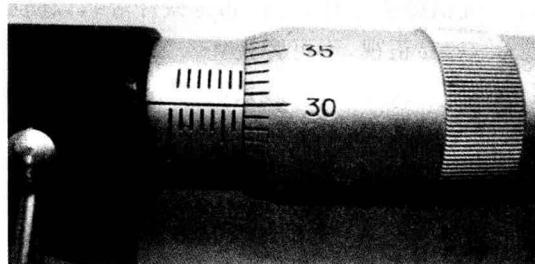

图 1-11 千分尺刻度
千分尺测微螺杆螺距为 0.5 mm, 当微分筒每转一周时, 测微螺杆便沿轴线移动 0.5 mm。微分筒的外锥面上分为 50 格, 即当微分筒转过一小格, 螺杆便沿轴线移动 $0.5 \text{ mm} / 50 = 0.01 \text{ mm}$ 。在千分尺的固定套管上刻有轴向中线, 作为微分筒的读数基准线, 基准线两侧分布有 1 mm 间隔的刻线, 并相互错开 0.5 mm。下面一排刻线标出的数字, 表示毫米整数值; 上面一排刻线未标数字, 表示对应于下面刻线的 0.5 mm 值, 其刻线外形如图 1-11 所示。
(1) 测量前, 将千分尺测量面擦净, 然后检查零位的准确性, 并将工件被测表面擦净, 以保证测量准确。
(2) 测量时, 用单手或双手握持千分尺对工件进行测量, 一般先转动活动套筒, 当千分尺的测量面刚接触到工件表面时改用测力手柄, 当听到测力控制装置发出嗒嗒声, 停止转动, 即可读数。
(3) 读数时, 先看清内套筒(即固定套筒)上露出的刻线, 读出毫米数或半毫米数。然后再看清外套筒(活动套筒)的刻线和内套筒的基准线所对齐的数值(每格为 0.01 mm), 将两个读数相加, 其结果就是测量值, 如图 1-11 所示的测量值为 6.80 mm。